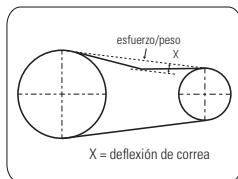

FIGURA 8.4
- Inspeccione las correas de transmisión y el motor eléctrico. Para verificarla retire el protector de correa. Tras la inspección, coloque el protector fijando los tornillos (Figura 8.4 e 8.5). Cuando sea necesario reemplace las correas.